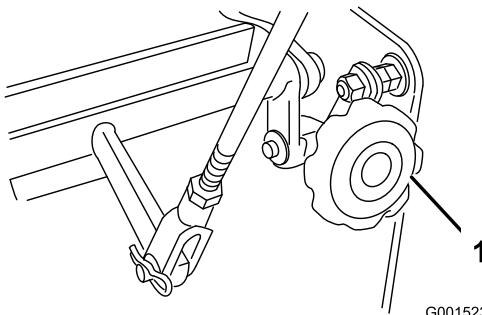

Bild 41
4. Wenn das Gerät nach einer Seite zieht, drehen Sie das Schnellspur-Handrad. Drehen Sie das Handrad nach rechts, um nach rechts zu lenken, drehen Sie das Handrad nach links, um nach links zu lenken (Bild 41).